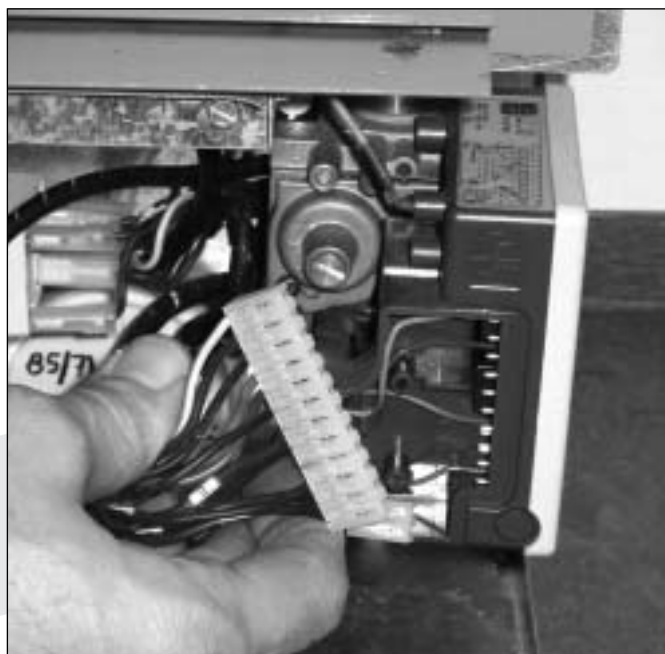

Fig. 16
- Sortez les 2 connecteurs hors de la séquence d'allumage automatique (voir la fig. 16).